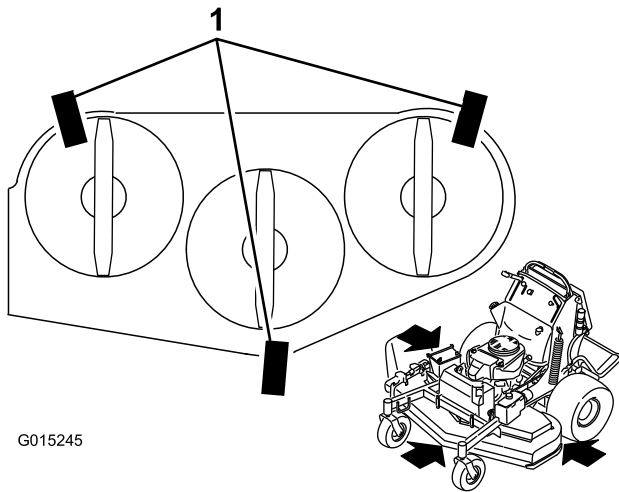

Figure 87
1. Placez 3 cales de 2x4 sous le tablier de coupe comme illustré à la Figure 87. Disposez les cales de 2x4 à 10 cm (4") d'intervalle.